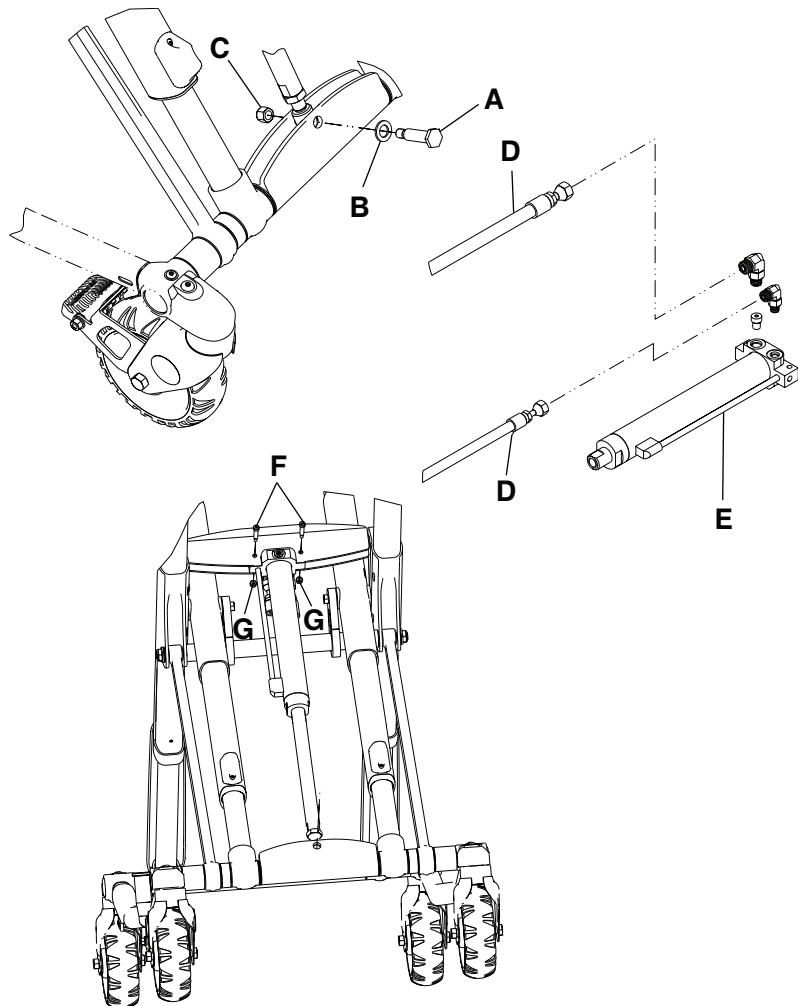

Figure 17 – Remplacement du vérin hydraulique
3. À l'aide de clés mixtes de 3/4 po et de 9/16 po, retirer la broche de fixation de la tige (A), la rondelle (B) et l'écrou hexagonal Nylock (C) qui fixent le vérin hydraulique au châssis (Figure 17). Conserver toutes les pièces.
5. À l'aide d'une clé mixte de 11/16 po et d'une clé mixte de 13/16 po, retirer les deux tuyaux (D) du vérin hydraulique (E) (Figure 17).
7. À l'aide d'une clé à 6 pans de 1/8 po et d'une clé mixte de 3/8 po, retirer les deux vis de réglage à six pans creux (F) et les écrous hexagonaux Fiberlock (G) qui fixent le vérin hydraulique au châssis (Figure 17). Conserver les écrous et les vis.